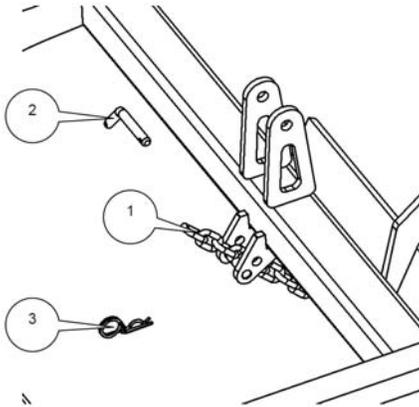

Abb. 20 Regelung des hinteren Planierbalkens
Der Balken ist an der Kette (1) gehängt (Abb. 20).